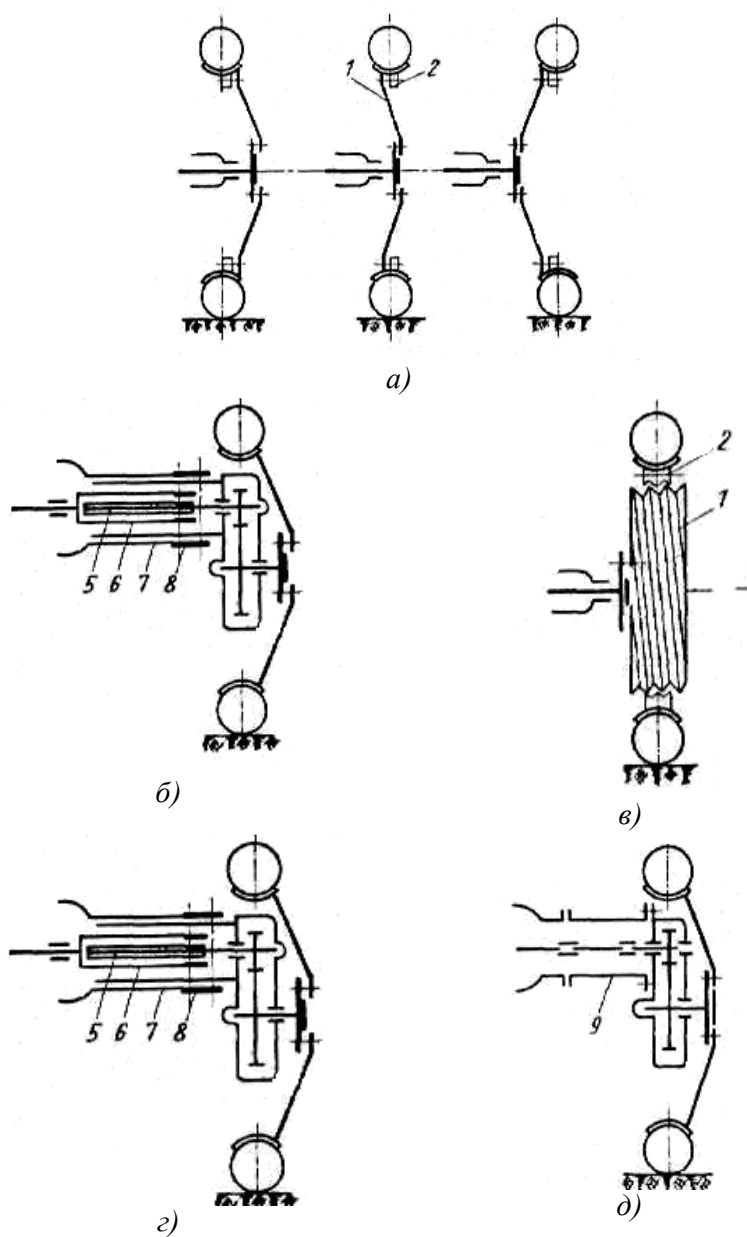

Рисунок 4.14 – Схеми способів зміни колії коліс
26. На рис. 4.14 приведені способи зміни колії колісного трактора. Поясніть суть та принцип дії пристрою.